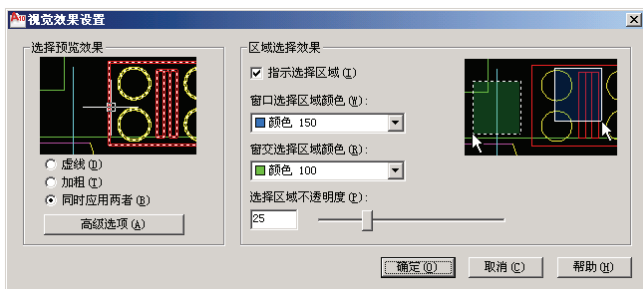

图 4-2 “视觉效果设置”对话框
(1) 命令处于活动状态时：仅当某个命令处于活动状态并显示“选择对象”提示时，才会显示选择预览。
(2) 未激活任何命令时：即使未激活任何命令，也可显示选择预览。
(3) **视觉效果设置**按钮：用于设置选择预览的视觉效果，更明显地突出正选择的对象，对话框如图 4-2 所示。其中各项含义如下：
① 选择预览效果：显示当前设置的选择预览效果。